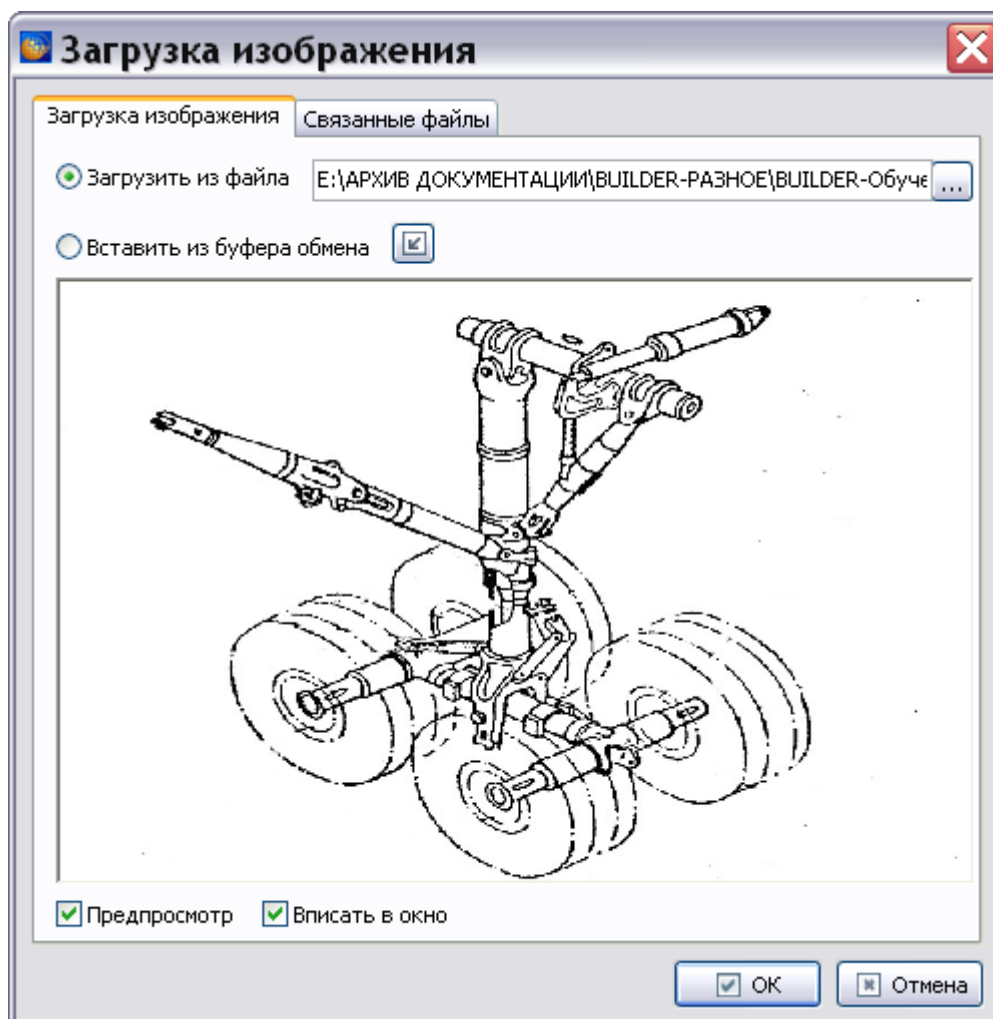

Рис. 5.114
2. В окне **Открыть** выберите файл с иллюстрацией и откройте его. При этом появится диалоговое окно **Загрузка изображения** с иллюстрацией на вкладке **Загрузка изображения** (Рис. 5.114).